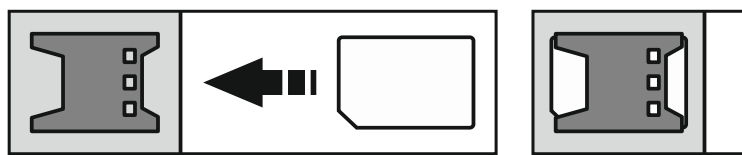

Рис. 7. Способ установки SIM-карты.
11. Установите карту nano-SIM в держатель (см.: рис. 7).